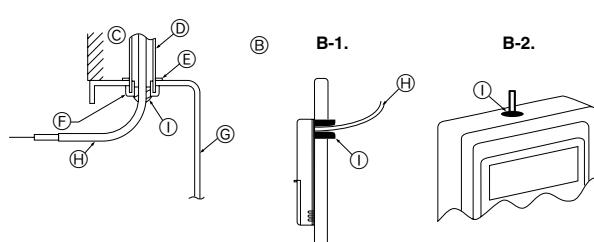

Fig. 6-3
(2) Den Wartungszugang des Fernbedienungskabel mit Kitt oder Dichtungsmittel abdichten, um das mögliche Eindringen von Tau, Wasser, Kakerlaken oder Würmern und Raupe zu verhindern. (Fig. 6-3)